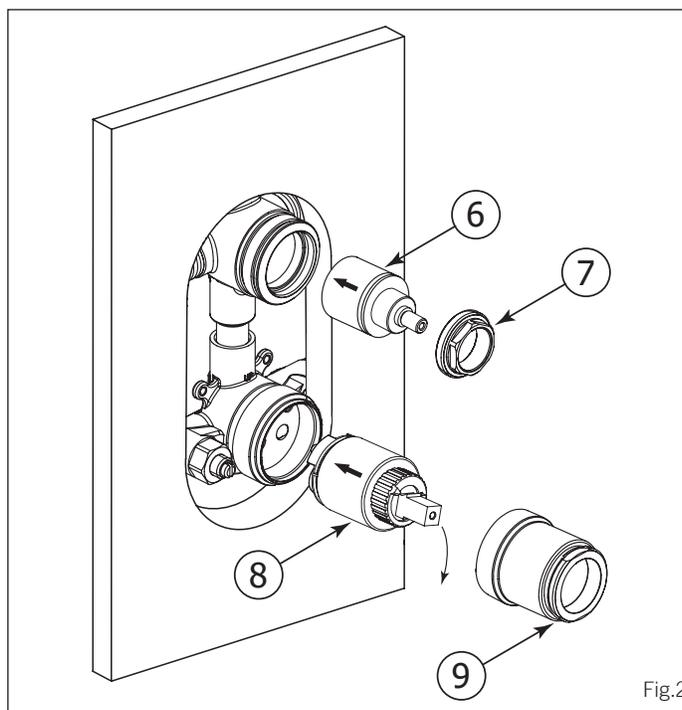

Fig.2
Insert the P.B.cartridge (8) and the diverter cartridge (6) into the valve body as shown (Fig.2). Screw the cartridge holder (9), large nut (7) back into place. **DO NOT OVERTIGHTEN.**
Insérer la cartouche P/B (8) et la cartouche du déviateur (6) dans la valve tel qu'illustré. (Voir Fig.2). Revisser le manchon (4) et l'écrou (7) en place. **NE PAS TROP SERRER.**